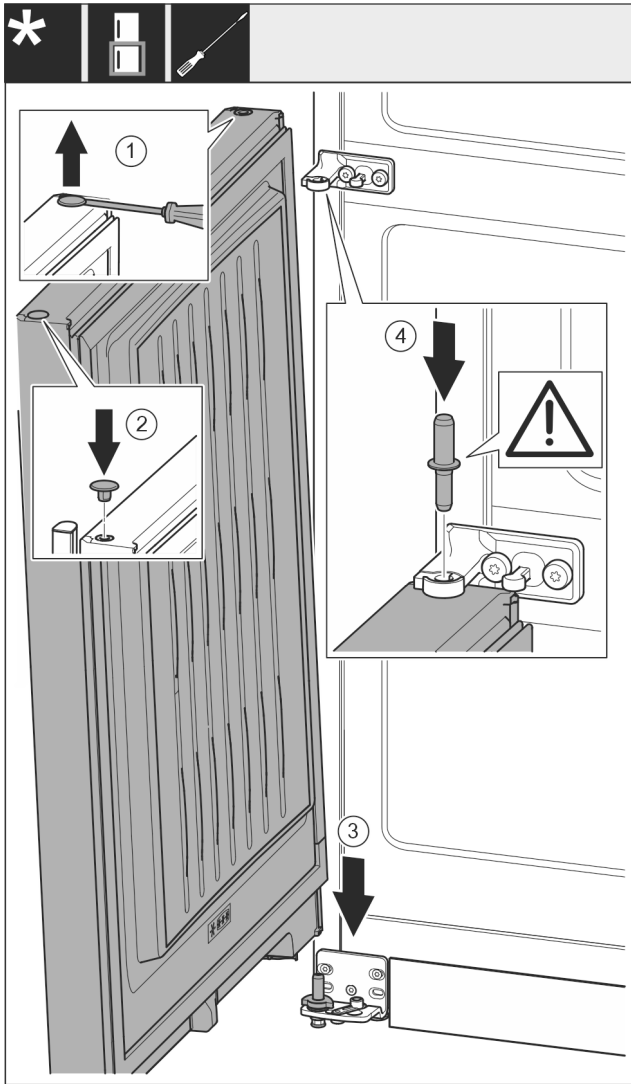

Fig. 29
- ▶ Kohota nastoja varovasti uraruuvimeisselillä ja vedä ne ulos. Fig. 29 (1)
- ▶ Aseta nastat paikalleen oven toiselle puolelle. Fig. 29 (2)
- ▶ Aseta ovi ylhäältä käsin alemman laakeripultin varaan. Fig. 29 (3)
- ▶ Työnnä keskimmäinen laakeripultti keskimmäisen laakeripukin läpi alempaan oveen. Varmista, että lukitusnokka osoittaa taaksepäin. Fig. 29 (4)